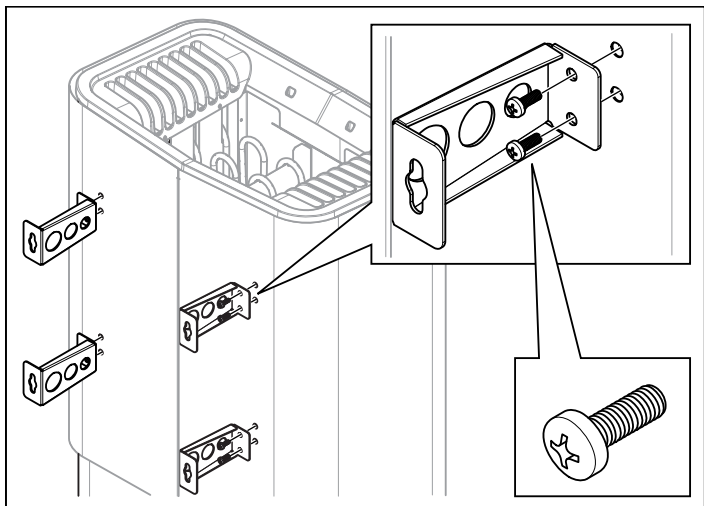

Abb. 10: Montage der Halterungen am Ofen
8. Lösen Sie die beiden ersten Schrauben an der Rückseite des Ofens und schrauben Sie eine der vier Halterungen an. Wiederholen Sie dies, um die übrigen Halterungen zu befestigen, siehe Abb. 10.